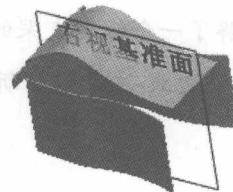

图 1.16 镜像 1
(4) 单击 \checkmark 按钮, 完成斜接法兰 2 的创建。
Step6. 创建图 1.16 所示的镜像 1。